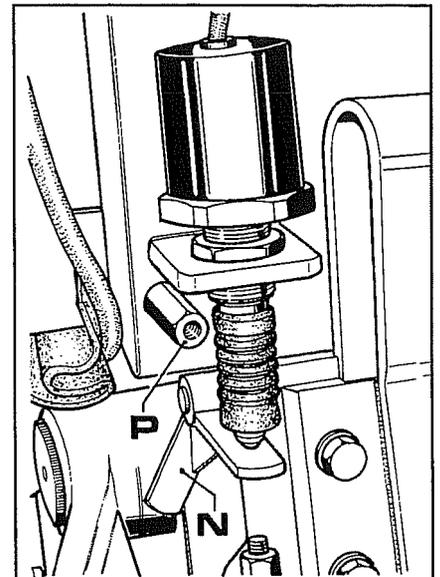
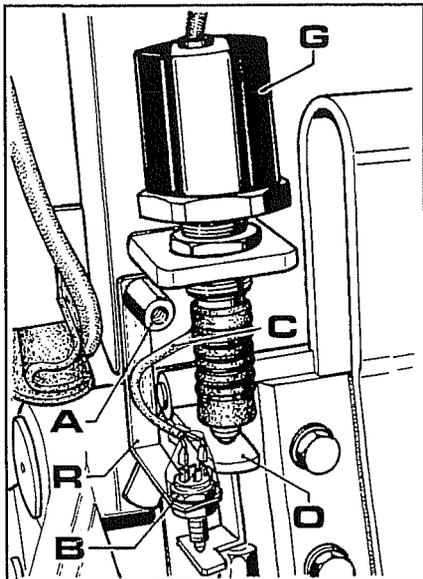

Fig. 39
Fig. 40
2. Remplacer le levier **N** fig.39 du capteur avec le levier capteur/interrupteur de fin de course **O** fig.40.
3. Enlever le goujon **P** fig.39 et monter le support interrupteur de fin de course **R** avec le nouveau goujon **A** fig.40, puis monter l'interrupteur **B**.
4. Brancher le câblage **C** fig.40 à l'interrupteur, le faire passer sous le support du siège et atteindre la boîte support de commande soulevé/abaissé.
6. Vérifier la position exacte du capteur **G** fig.40 en abaissant entièrement le relevage, puis régler le capteur de manière à placer sa pointe en contact avec le levier **O**.